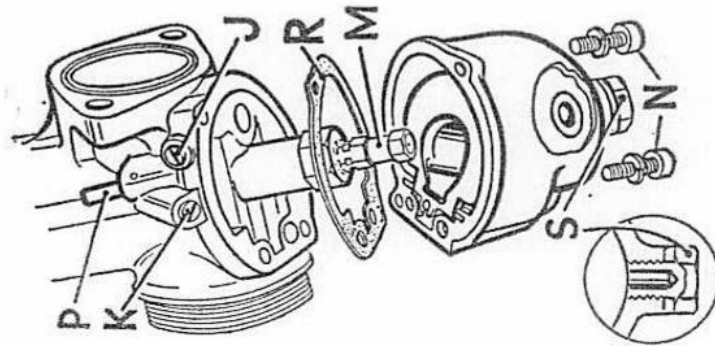

Fig. 17.
On peut voir, sur la Fig. 17, une vue éclatée du carburateur. Lorsqu'on ouvre la commande d'accélération à poignée tournante, ceci relève le coulisseau de papillon, ce qui contrôle l'arrivée d'air au moteur. Le pointeau conique contrôlant l'arrivée d'essence est fixé au coulisseau de papillon afin que l'on obtienne toujours un mélange équilibré. Le pointeau comporte des rainures à son extrémité supérieure et est fixé dans le coulisseau de pointeau par le ressort et par le cirelip qui se loge dans une de ces rainures.
Lorsqu'on visse la vis d'air pilote (J) Fig. 17 ceci limite l'alimentation en air, ce qui donne un mélange plus riche, tandis que lorsqu'on la dévisse, ceci donne un mélange plus pauvre.